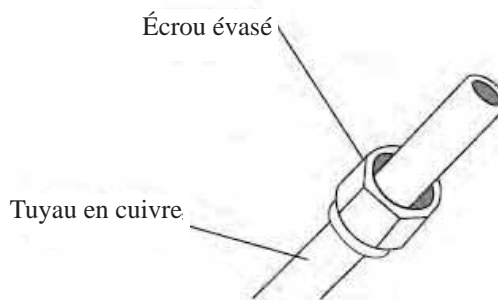

Fig. 5.3
3. Placer un écrou évasé aux deux extrémités du tuyau. Veiller à ce qu'elles soient orientées dans la bonne direction, car il est impossible de les monter ou de changer leur direction après l'évasement. Voir Fig. 5.3.